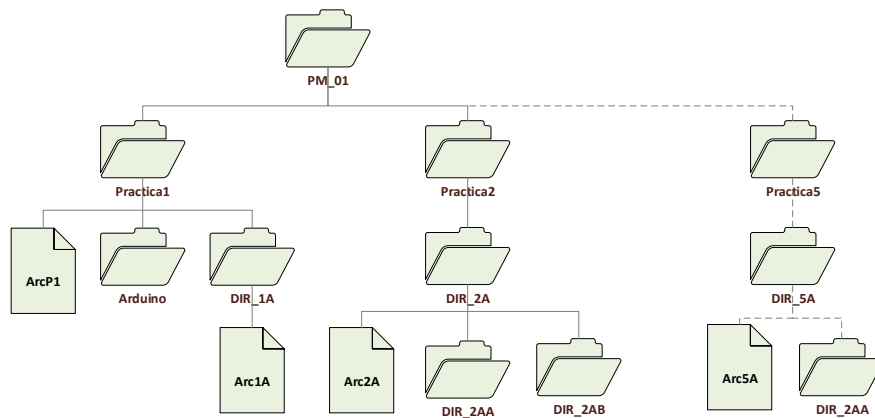

Figura 1. Directorios y Archivos.
- Crear la estructura de directorios y archivos mostrada en Figura 1.